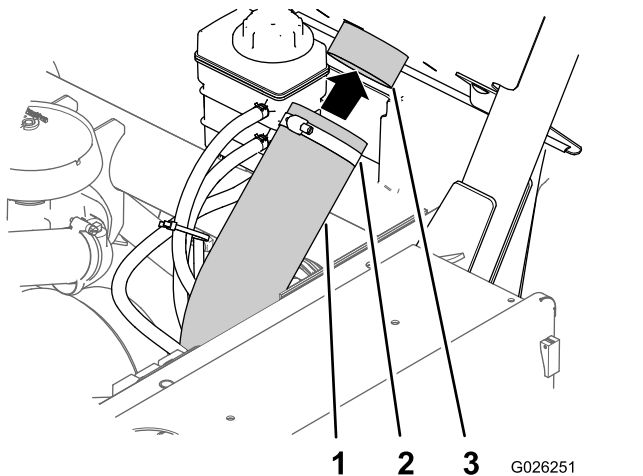

图7
3. 将 CVT 进气软管与 ROPS 面板背面的进气管接头对齐然后夹紧软管夹 图7。